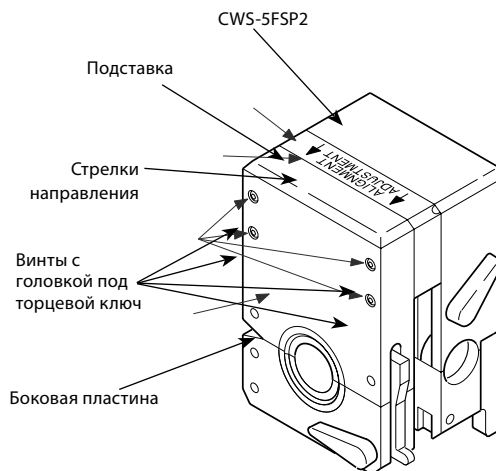

Рисунок 19. Ослабление боковой пластины
1. Переверните фиксирующий блок и найдите на подставке стрелки направления. Стрелки указывают на соответствующую боковую пластину. См. рисунок 19.
2. С помощью входящего в комплект шестигранного ключа на 3/32 дюйма отвинтите четыре винта на соответствующей боковой пластине ровно настолько, чтобы слегка отделить ее от подставки. Чтобы найти соответствующую боковую пластину, см. рисунок 19.